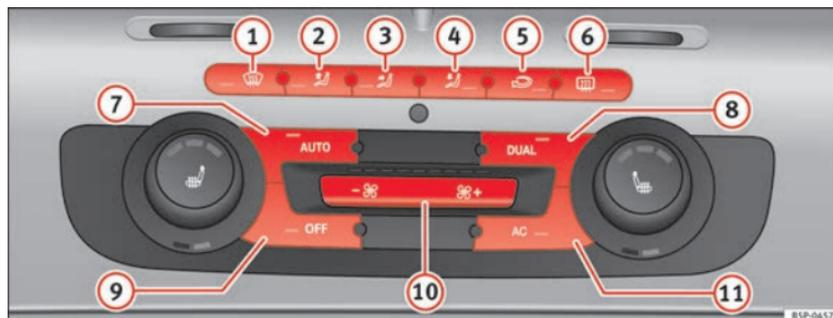

Fig. 130 Comandos do 2C-Climatronic no painel de instrumentos
- Rode as rodas de regulação da temperatura ⇒ **página 167, fig. 130** para ajustar a temperatura do lado esquerdo e direito, respectivamente.
- Pressione o botão **AUTO** ⇒ página 167, fig. 130. Aparece «AUTO High» no visor do rádio (velocidade do ventilador alta).
- Pressione de novo o botão **AUTO** ⇒ página 167, fig. 130. Aparece «AUTO Low» no visor do rádio (velocidade do ventilador baixa).